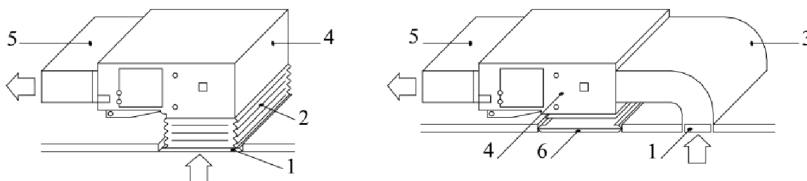

Fig. 12
e. Il metodo di installazione può essere scelto considerando ad esempio le condizioni dell'edificio e la manutenzione, come illustrato in Fig. 12.